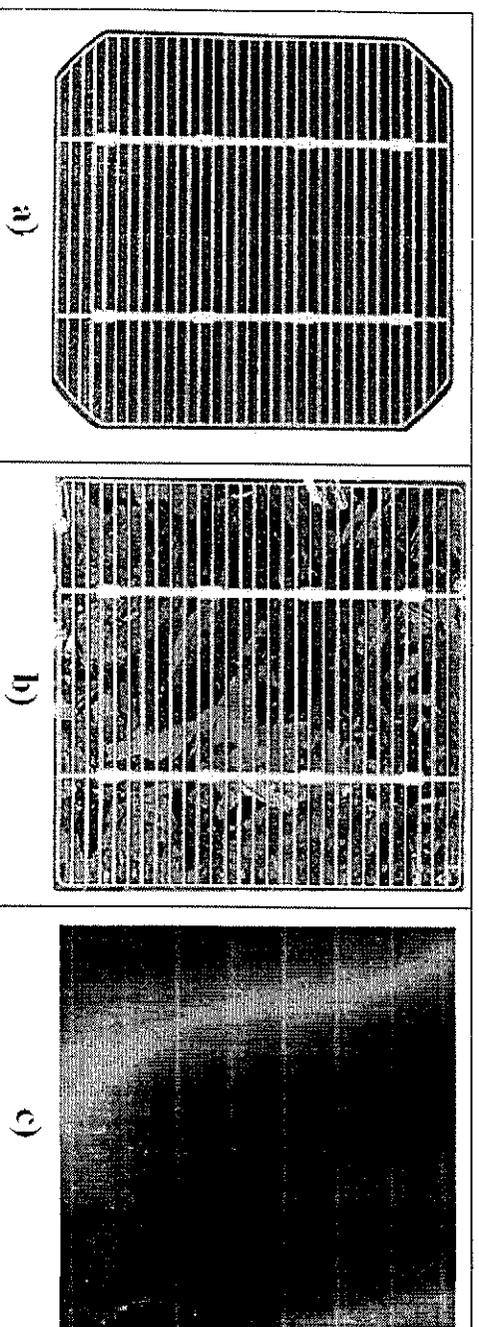

Fig.2: Tipos de células convencionais de silício: a) monocristalino; b) policristalino; c) amorfo
**Silício monocristalino:** é o material mais usado na composição das células fotovoltaicas, Estas células obtêm-se a partir de barras cilíndricas de silício monocristalino produzidas em fornos especiais. As células são obtidas por corte das barras em forma de pastilhas finas (0,4-0,5 mm de espessura) fig.2.a. A sua eficiência na conversão de luz solar em eletricidade é superior a 12%.
O silício policristalino, constituído por um número muito elevado de pequenos cristais da espessura de um cabelo humano fig.2.b, dispõe de uma quota de mercado de cerca de 30%. As discontinuidades da estrutura molecular dificultam o movimento de electrões e encorajam a recombinação com as lacunas, o que reduz a potência de saída. Por este motivo os rendimentos em laboratório e em utilização prática não excedem os 18% e 12%, respectivamente. Em contrapartida, o processo de fabricação é mais barato do que o do silício cristalino.
**Silício amorfo:** O silício amorfo não tem estrutura cristalina, Estas células são obtidas por meio da deposição de camadas muito finas de silício ou outros materiais semicondutores sobre superfícies de vidro ou metal fig.2.c. Sua eficiência na conversão de luz solar em eletricidade varia entre 5% e 7%.